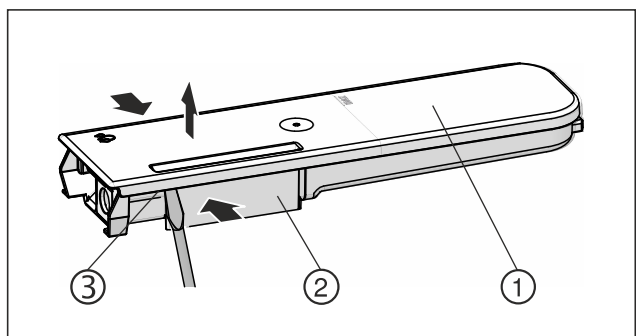

Fig. 151
- ▶ Ścisnąć zbiornik wody Fig. 151 (2), a pokrywę Fig. 151 (1) podnieść ostrożnie nad uchwyty zatrzaśkowe Fig. 151 (3) i pociągnąć w górę.
- ▶ Pokrywę przestawić delikatnie w przód i w tył Fig. 151 (1) i pociągnąć w górę.